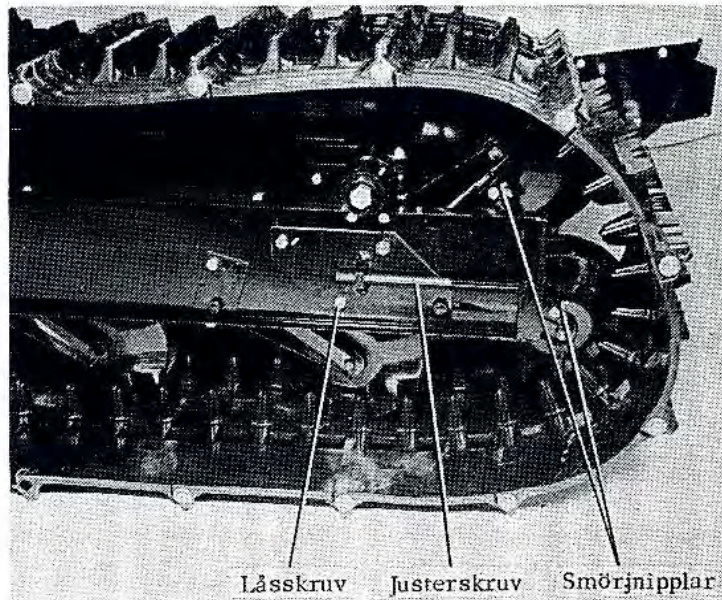

Bild 16. Justering av bandspänning.
- Lossa låsskruvarna för bakhjulsupphängningen på bandets in- och utsida, se bild 16.
- bakhjulsupphängning, 8 nipplar, se bild 16.